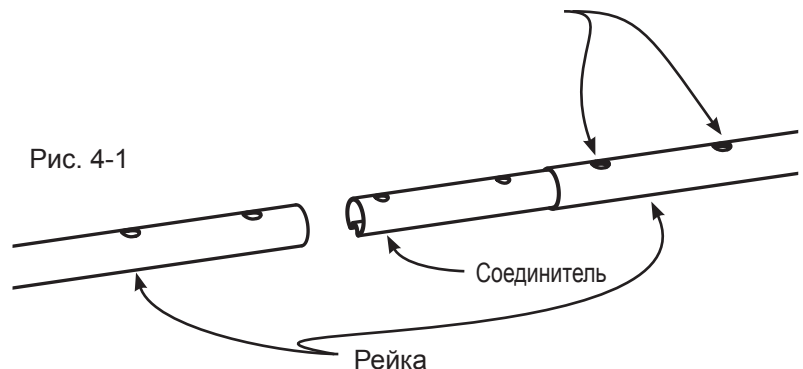

Рис. 4-1
4-1: Проведите соединитель реек в РЕЙКУ С ЗУБЧАТЫМ ОКОНЕЧНЫМ КОЛПАЧКОМ. Совместите отверстия в рейке с отверстиями в соединителе реек. Затяните (2) заранее установленных винта с головкой под торцевой ключ М6 х 15 мм с помощью торцевого ключа на 4 мм (расположение показано на Рис. 4-1).